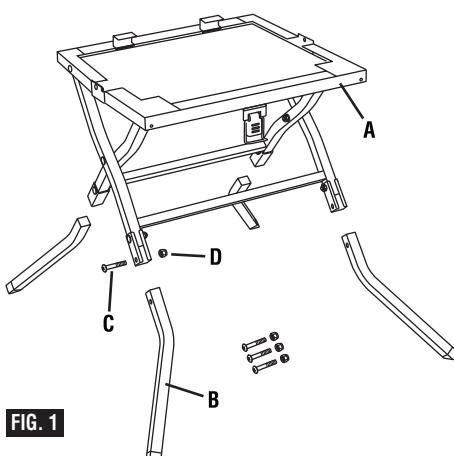

FIG. 1
- Faites glisser les pieds **B** à l'intérieur de la plateforme de support (Fig. 1).